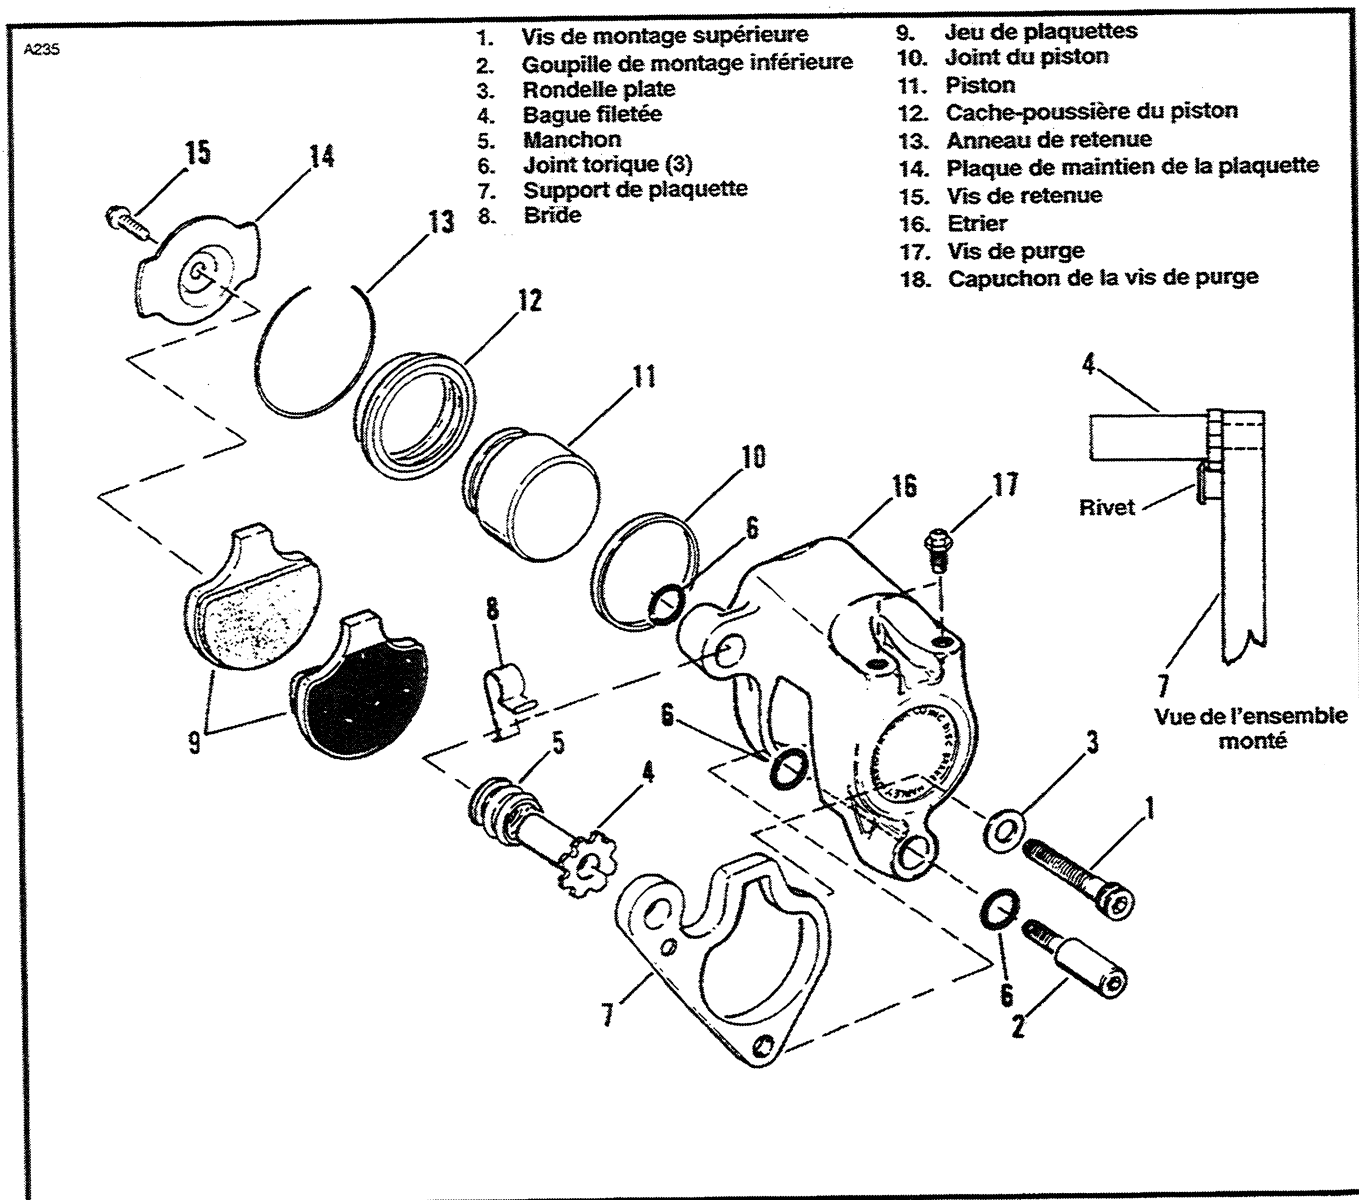

Figure 2-34. Etrier du frein avant
DEPOSE/DEMONTAGE (Figure 2-34)
NETTOYAGE, VERIFICATIONS ET REPARATION (Figure 2-34)
1. Voir Figure 2-34. Installez le nouveau joint (10) dans la rainure de l'alésage du piston de l'étrier (16). Installez un nouveau joint torique (6) dans la rainure de l'alésage de la bague filetée de l'étrier (ergot de montage supérieur). Installez un nouveau joint torique (6) dans chaque rainure de l'alésage inférieur de la goupille de l'étrier (ergot de montage inférieur). Appliquez un peu de GRAISSE DOW CORNING 44 (tube « PIN LUBE » qui se trouve avec le kit d'entretien) sur l'intérieur du manchon (5). Introduisez l'extrémité du manchon dans la rainure de l'alésage de la bague filetée de l'étrier (ergot de montage supérieur).
2. Installez le cache-poussière (12), avec son côté concave en face du piston (11), sur le haut du piston. Installez la lèvres intérieure du cache-poussière dans la rainure en haut du piston.
3. Appliquez une fine couche de graisse aux silicones GE Versilube® (G322L) (tube « PISTON LUBE » qui se trouve avec le kit d'entretien) sur la surface extérieure (y compris le chanfrein) du piston (11) et sur les surfaces intérieures de l'alésage du piston de l'étrier (16) et du joint (10). Installez le piston (avec le cache-poussière) dans l'alésage du piston de l'étrier. Au besoin, utilisez un collier de serrage en C pour enfoncer le piston.
- Voir Figure 2-34. Appliquez une fine couche de GRAISSE DOW CORNING 44 (tube « PIN LUBE » qui se trouve avec le kit d'entretien) sur la surface extérieure de la goupille de montage inférieure (2).
Voir Figure 2-34. La tête de la bague filetée (4) doit être montée sous la tête du rivet sur le support de plaquette (7) pendant le montage. De plus, une des encoches en forme de U se trouvant sur le bord extérieur de la bride de la bague doit venir s'engager dans le corps de rivet. Si la bague n'est pas correctement placée le rivet sera endommagé quand les attaches de montage de l'étrier seront serrés.
- Voir Figure 2-34. Introduisez la goupille inférieure (2) dans l'étrier (16) et l'ergot de la colonne de direction, et vissez-la ensuite dans le perçage fileté situé dans la partie inférieure du support de plaquette (7). Serrez la goupille inférieure à 25-30 **pi-livre** (34-41 N.m).
- Installez la vis de montage supérieure (1) avec la rondelle (3) sur l'ergot supérieur de la fourche et le support de plaquette (7) et vissez-la ensuite sur la bague filetée (4). Serrez la vis à 25-30 **pi-livre** (34-41 N.m).
- Si la vis de purge (17) et le capuchon (18) avaient été retirés, remontez-les ; serrez la vis à 80-100 **po-livre** (9,0-11,3 N.m).